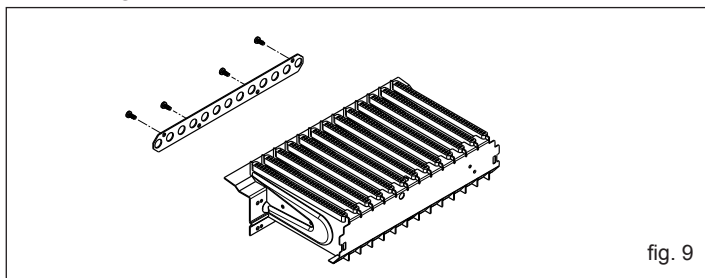

fig. 9
- se trattasi di trasformazione da gas metano a GPL, fissare la flangia bruciatore contenuta nel kit utilizzando le relative viti (fig. 9)
- se trattasi di trasformazione da gas GPL a metano, rimuovere la flangia bruciatore (fig. 9)